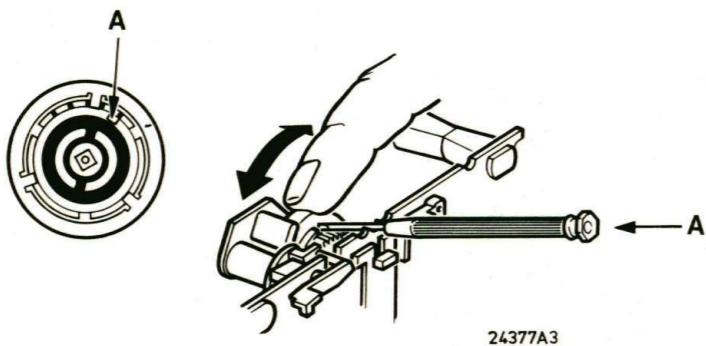

Fig. 6
- Der Spannungsanstieg ΔV soll 140 ± 15 mV sein. Gegebenenfalls den Wickelfrictionbegrenzer einstellen (siehe Bild 6).